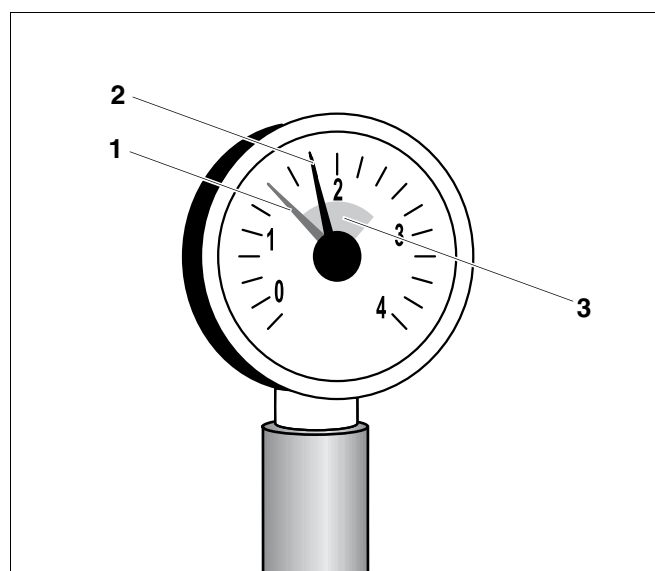

Fig. 33 Manometer til lukkede anlæg
- Indstil den røde viser (fig. 33, **pos. 1**) på fyringsanlæggets manometer på det nødvendige minimumtryk, som er 1 bar.